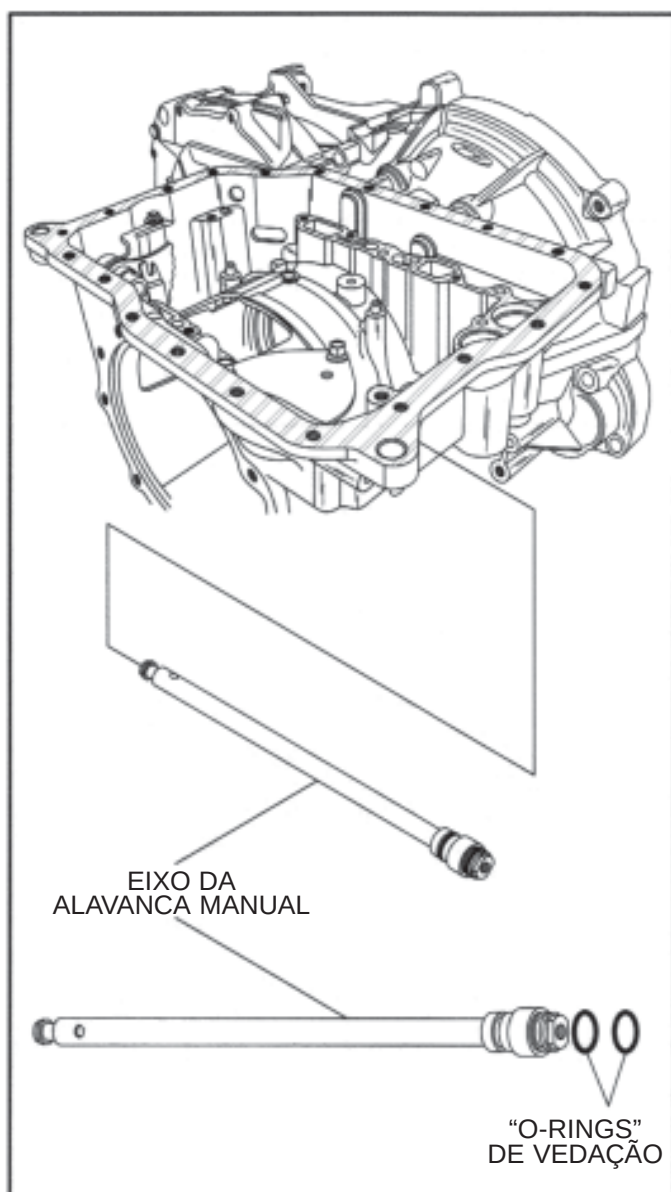

Figura 43
39. Remova da carcaça da transmissão o eixo da alavanca manual, conforme ilustrado na Figura 43.
40. Remova e descarte os dois "O-Rings" de vedação do eixo da alavanca manual, conforme ilustrado na Figura 43.